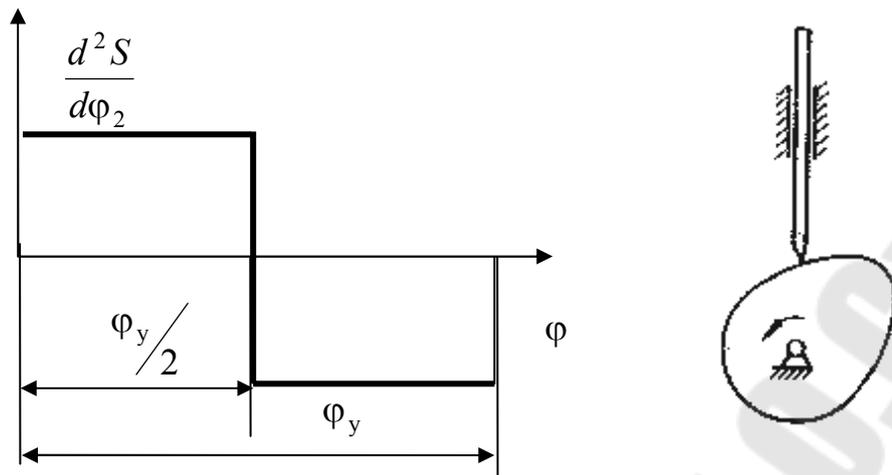

Рис.8.2
2. Определить перемещение толкателя кулачкового механизма (рис. 8.2) графическим и аналитическим методами при повороте кулачка на угол  $\varphi$ , если угол удаления  $\varphi_y$  и ход толкателя  $h$ , при заданном законе движения толкателя на угле удаления. Исходные данные приведены в табл. 8.2.